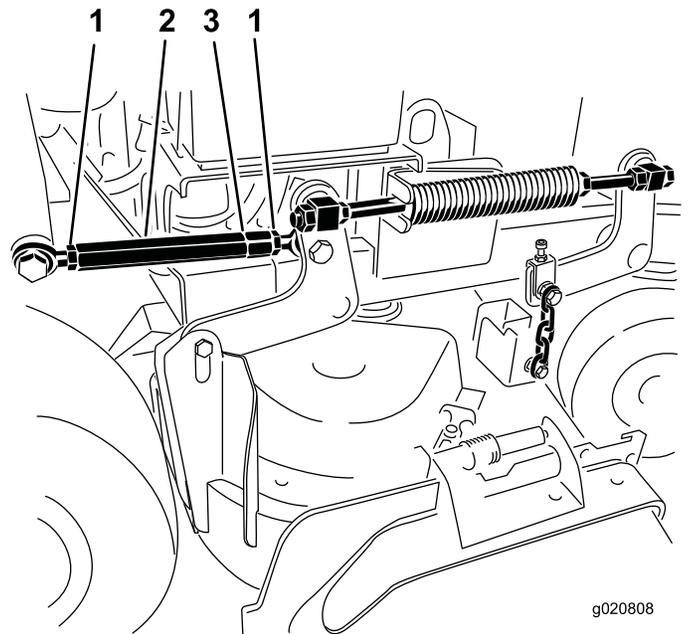

図 86
4. ターンバックルの両端にあるジャムナットをゆるめる 図 86。
注 ターンバックルの端部に溝が切っている側のねじは左ねじですから注意してください 図 86。